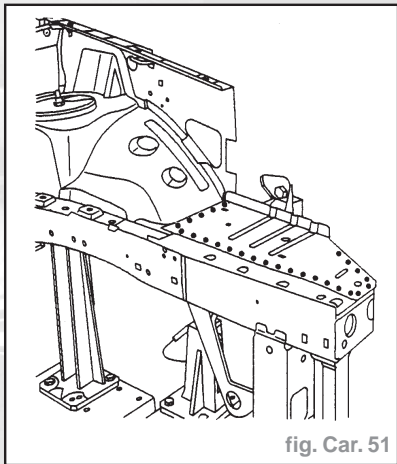

fig. Car. 51
- Souder par points de recouvrement (fig. Car. 51).